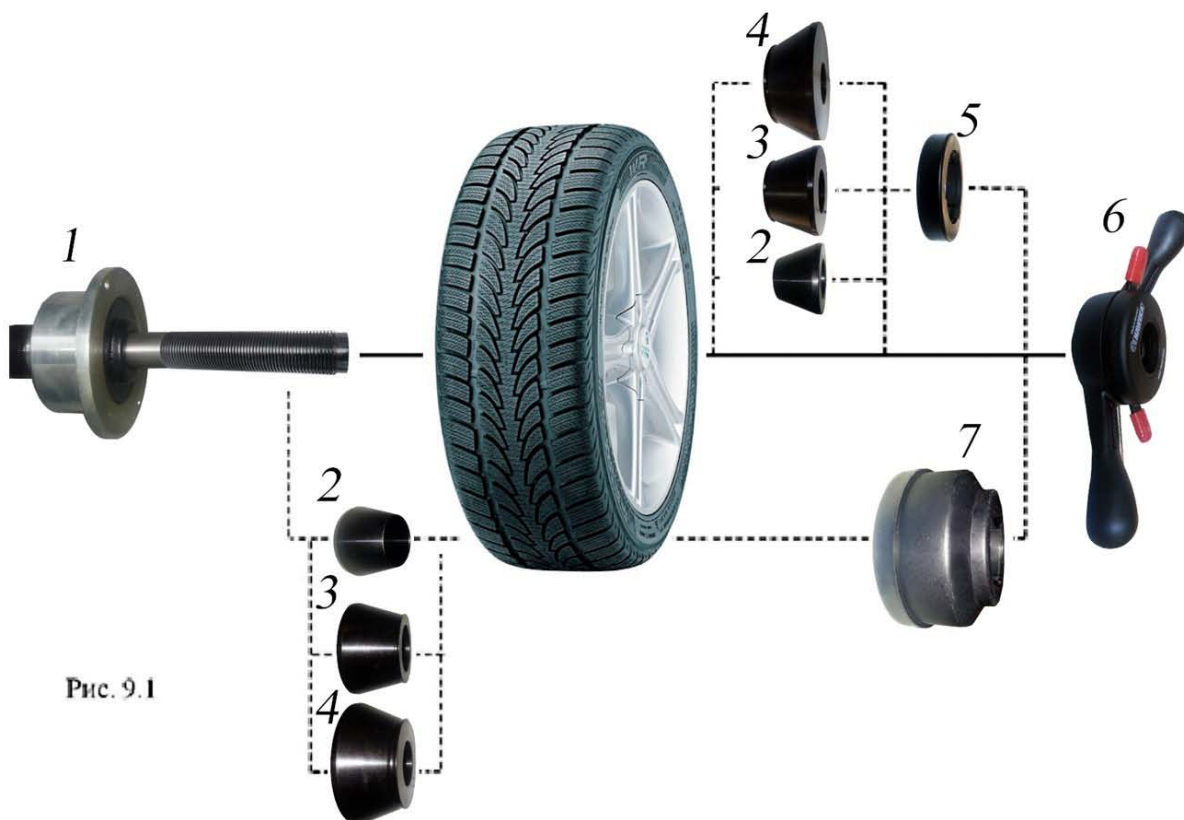

Рис. 9.1
9.2. Балансируемое колесо закрепляется на валу СБ за центральное отверстие диска с помощью конусов и быстросъемной гайки с раздвижными резьбовыми сухарями. В зависимости от конфигурации диска конус может быть установлен как с внешней стороны диска (вариант «а»), так и с внутренней (вариант «б»). При этом на гайке 6 кольцо 5 должно быть заменено на чашку 7. (см.рис. 9.1)